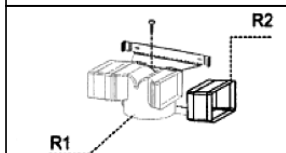

Fig. 6
Bij bepaalde modellen is standaard een groep koppelingen voorzien (fig.6) die via expansiepluggen op de muur moeten worden bevestigd, op een geschikte hoogte om de luchtstroom te kanaliseren ter hoogte van de spleten van de afvoerpijp. Steek de verlengstukken R2 aan de zijkant op de koppeling R1. Sluit de koppeling R1 aan op de uitgang van de romp van de kap met behulp van een buis met een diameter van D.150mm.
- **MONTAGE AFVOERPIJPEN (fig. 6):**